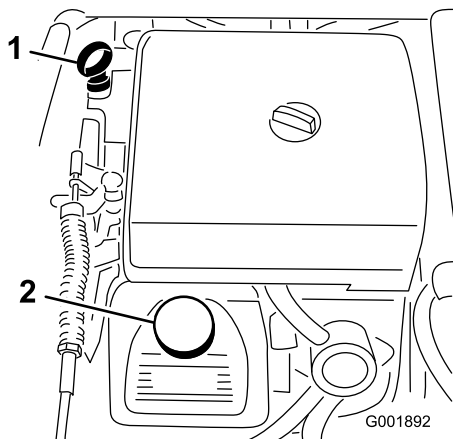

図 21
2. ディップスティックを抜き、ウェスで一度きれいに拭く(図 21)。ディップスティックを、チューブの根元までもう一度しっかりと差し込む。ディップスティックを引き抜いて油量を点検する。
3. 油量が少なければ、バルブ・カバーの上についている補給口(図 21)を開け、ディップスティックの Full マークまでオイルを補給する; オイルの種類や粘度の選択については「エンジンの保守」の章の「エンジン・オイルについて」を参照。補給するときは、ディップスティックで確認しながら少量ずつ入れる。入れすぎないように注意してください。